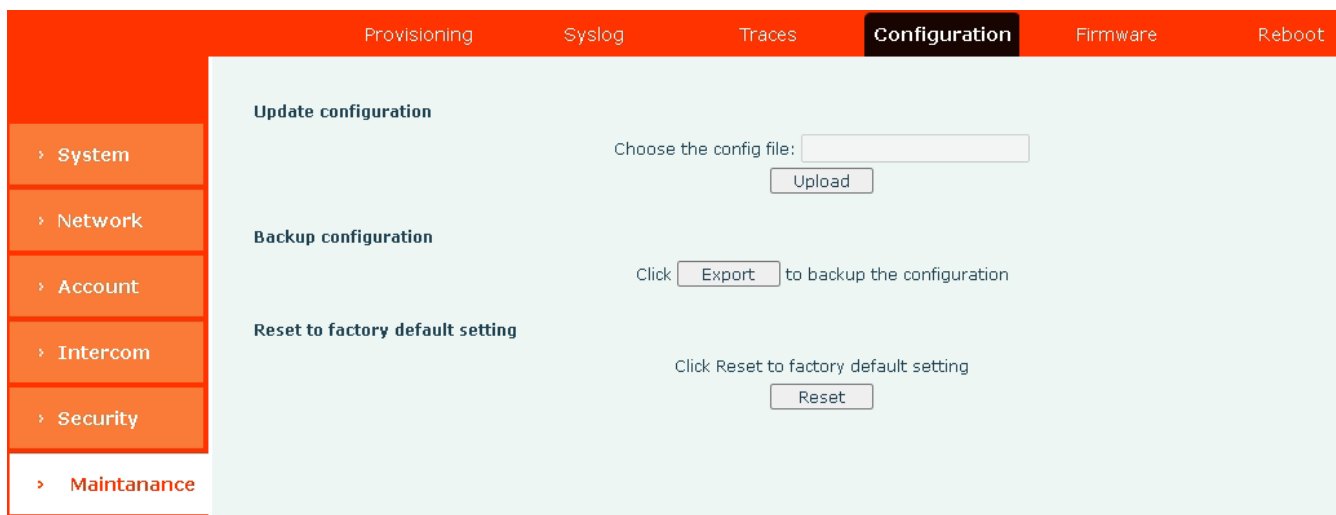

Рисунок 14 – Программный сброс на заводские настройки
2.7.9.2 Программный сброс выполняется в меню «Maintenance / Configuration» по нажатию на кнопку «Reset» (Рисунок 14)